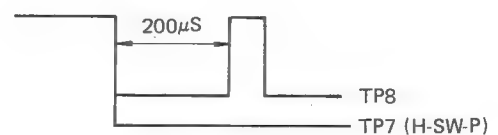

Abbildung 41
3. Auf dem Oszillographen (-) synchronisierte Steigung wählen und R751 so einstellen, daß die in Abbildung 41 gezeigte Anforderung erfüllt wird.